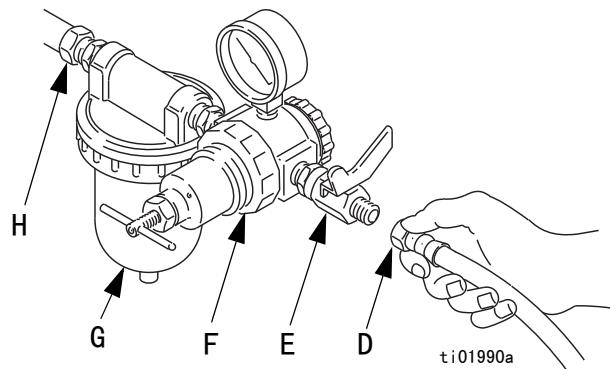

图 5：连接空气管路
- 如果所用调压气源没有过滤器，在每个供气管路上安装一个空气过滤器（G），确保喷枪供气干燥清洁。污物和水分会毁坏工作件成品的外观见图 5。